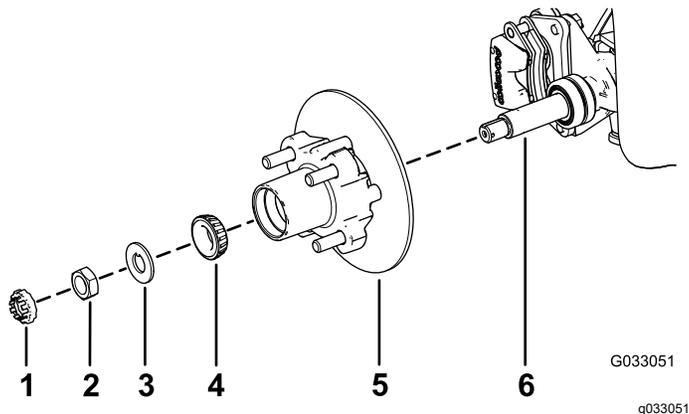

図 30
1. スピンドルに所定のグリスを薄く塗る 図 30。
2. ハブとロータをスピンドルに取り付ける。ロータを内側にする 図 30。
3. スピンドルに外側ベアリングを取り付けてレースにはめる 図 30。
4. スピンドルにタブワッシャを取り付ける 図 30。
5. スピンドルにスピンドルナットを取り付け、ハブを回してベアリングを着座させながらナットを 15 N·m 1.52 kg·m = 11 ft·lb に締めつける 図 30。
2. ブレーキパッドをロータのそれぞれの側に合わせ 図 26、キャリパブラケットの穴と、スピンドルフレームのブレーキ取り付け部の穴を整列させる 図 30。